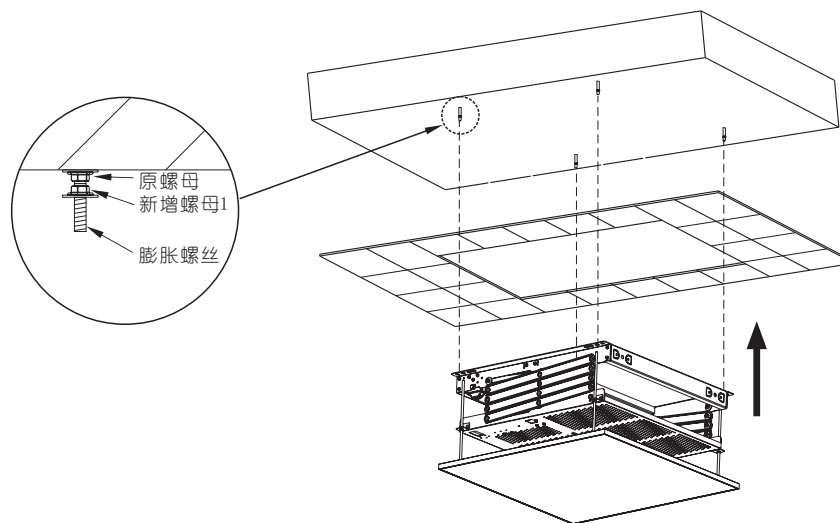

图7
4. 在每颗膨胀螺丝上另外再加一颗M8螺母 (非附件)，并拧到靠上面的位置 (图7)；把升降架装入天花上面，并把升降架四个安装挂板的孔位对准四个膨胀螺丝。